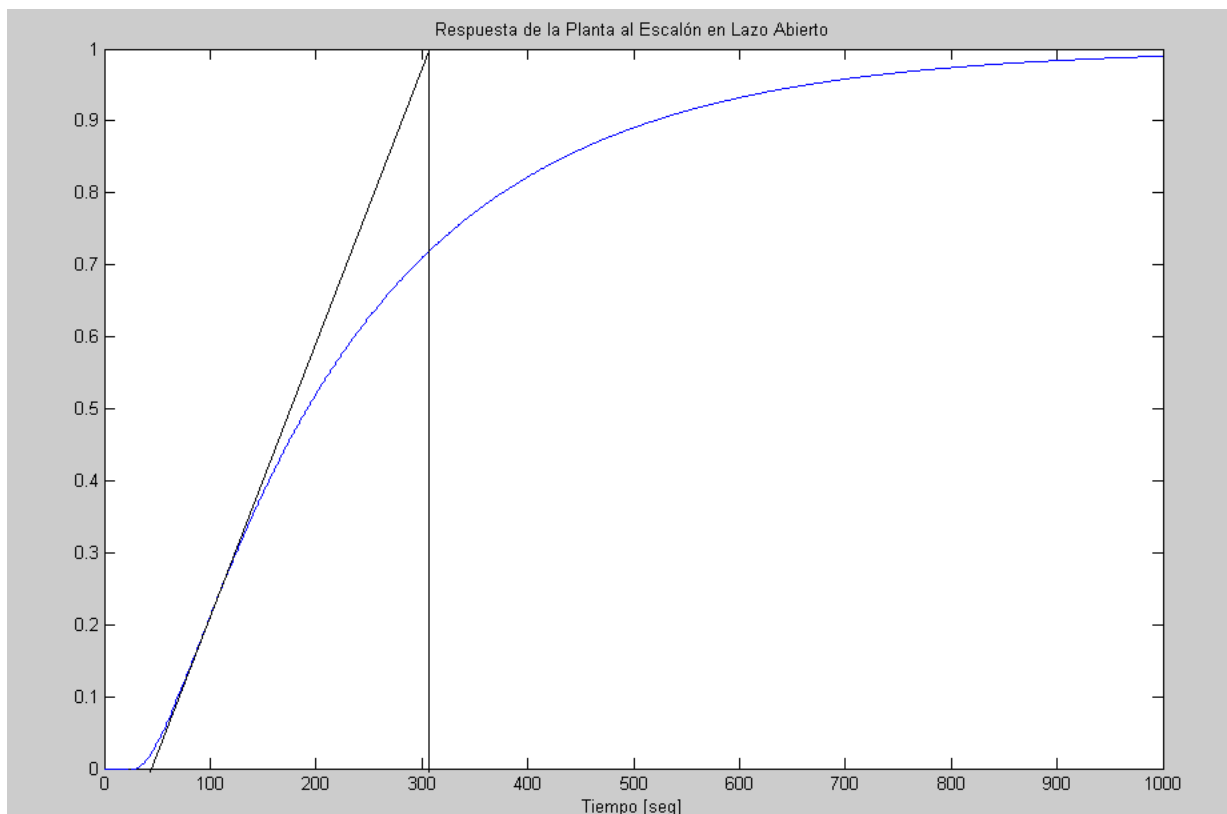

Figura 2. Respuesta al escalón.
- 1.2 En la figura 2, se ilustra la respuesta de la presión del vapor sobrecalentado ante un escalón unitario en el flujo de combustible. Calcular un función de transferencia aproximada a partir de esta respuesta. (0.5 pts.).